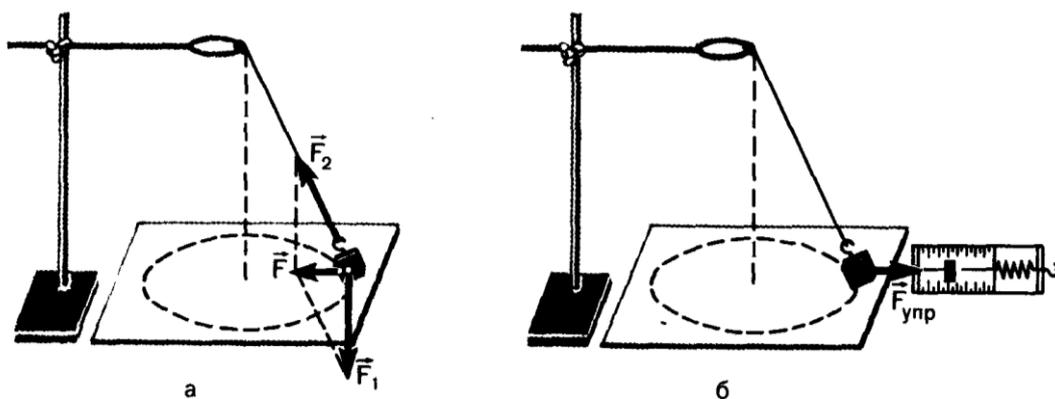

Рисунок 1
Для проверки второго закона Ньютона будем использовать конический маятник (рис. 1, а).
5. Рассчитайте среднее значение ускорения по формуле (1), учитывая, что с относительной погрешностью не более 0,015 можно считать  $\pi^2 = 10$ .
6. Измерьте модуль равнодействующей  $F$ , уравновесив ее силой упругости пружины динамометра (см. рис. 1, б).